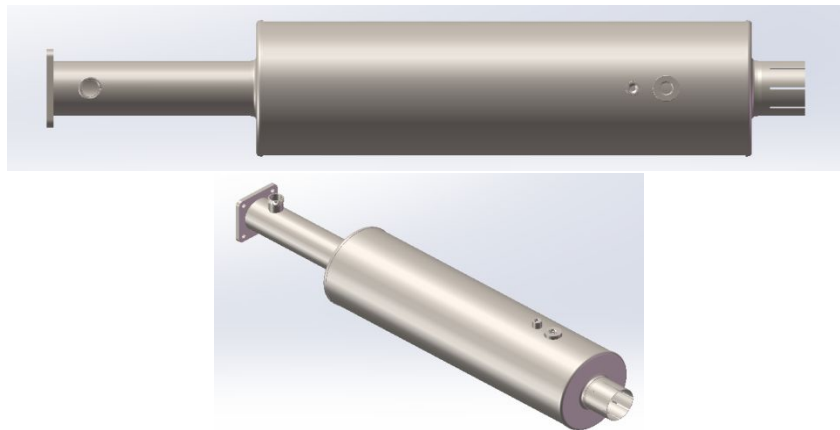

图 3 催化消声器 (EGP)
在消声器体上使用吊带而不是在进口管或出口管上使用卡箍的 EGP 安装系统应对增加的重量更为有效。EGP 上的螺纹凸台不得用于安装 EGP。图 3 显示了 EGP 的正常安装区域。
- 如图 3 所示，安装位置应距端部法兰至少 30mm，并且距 EGP 的 Nox 传感器或温度传感器安装座至少 20mm。EGP 不得安装在安置催化器的区域。催化器通常位于温度传感器安装座之间。推荐的安装区域：图示斜纹处。